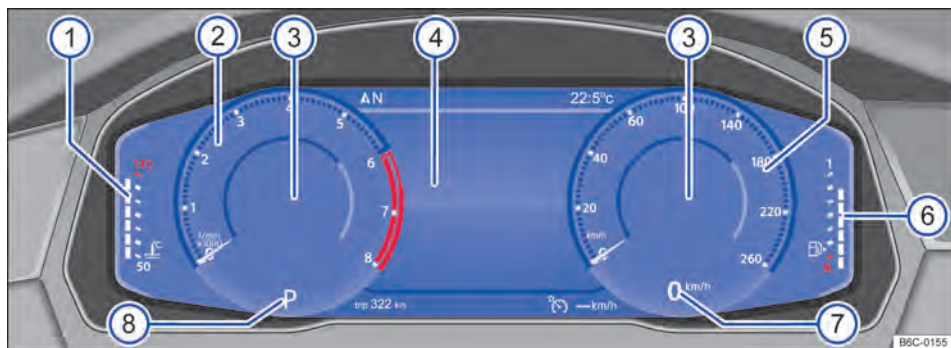

Fig. 10 Active Info Display no painel de instrumentos (variante 1).
Dependendo da versão do rádio e do perfil de informação selecionado, o Active Info Display mostra informações adicionais no centro de instrumentos redondos → Fig. 10 ③.